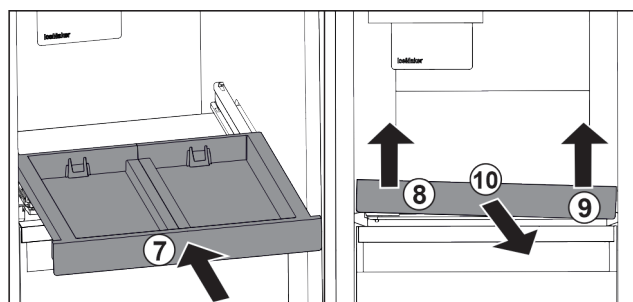

Fig. 35
- Skjut in utdragshyllan. Fig. 35 (7)
- Lyft utdragshyllan fram till vänster. Fig. 35 (8)
- Lyft utdragshyllan fram till höger. Fig. 35 (9)
- Ta ut utdragshyllan framåt. Fig. 35 (10)